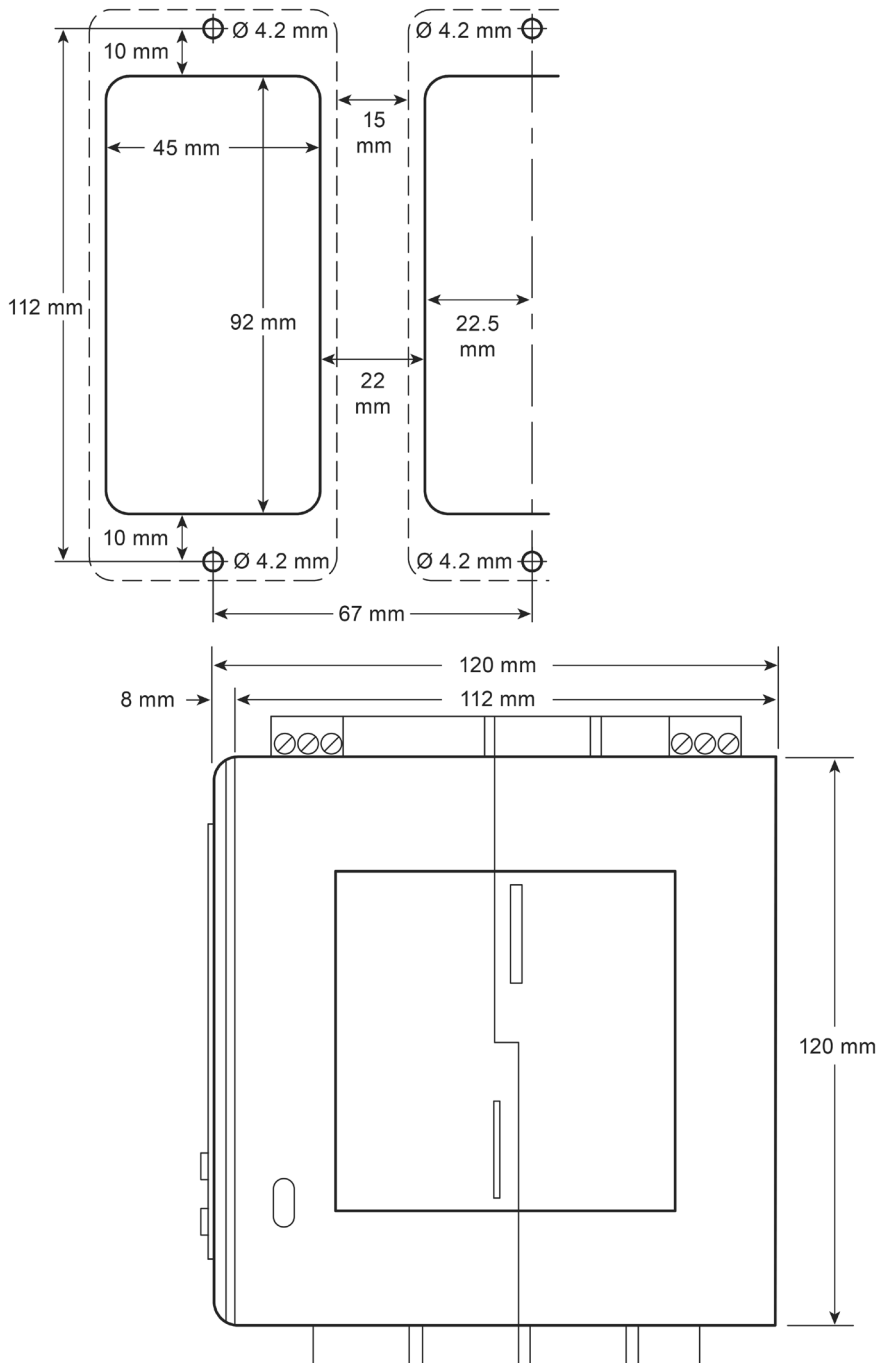

Fig. 2 - Dima di foratura telaio/pannello
- Fare due fori sul telaio come indicato in Fig. 2.
- Tagliare il pannello nelle dimensioni indicate in Fig. 2. Eseguire i fori nel pannello seguendo le posizioni indicate in figura.